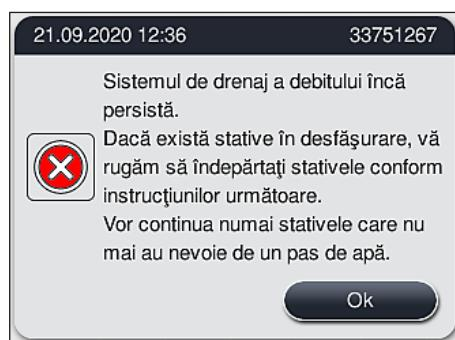

Fig. 127
3. Dacă blocajul nu poate fi îndepărtat în ciuda măsurilor de curățare, stațiile de apă sunt dezactivate din cauza nivelului critic de apă persistent. Stațiile de apă sunt afișate ca fiind defecte pe ecran. Pentru a anula unul sau mai multe programe, apăsați (→ "Fig. 125-2") sau (→ "Fig. 126-2") pentru a porni procesul de anulare controlat. Programele care nu necesită o etapă de apă sunt continue până la sfârșitul procesului de colorare. Orice rack-uri rămase care necesită cel puțin o etapă de apă trebuie anulate și scoase din instrument. Confirmați următorul mesaj (→ "Fig. 127") apăsând **Ok**.